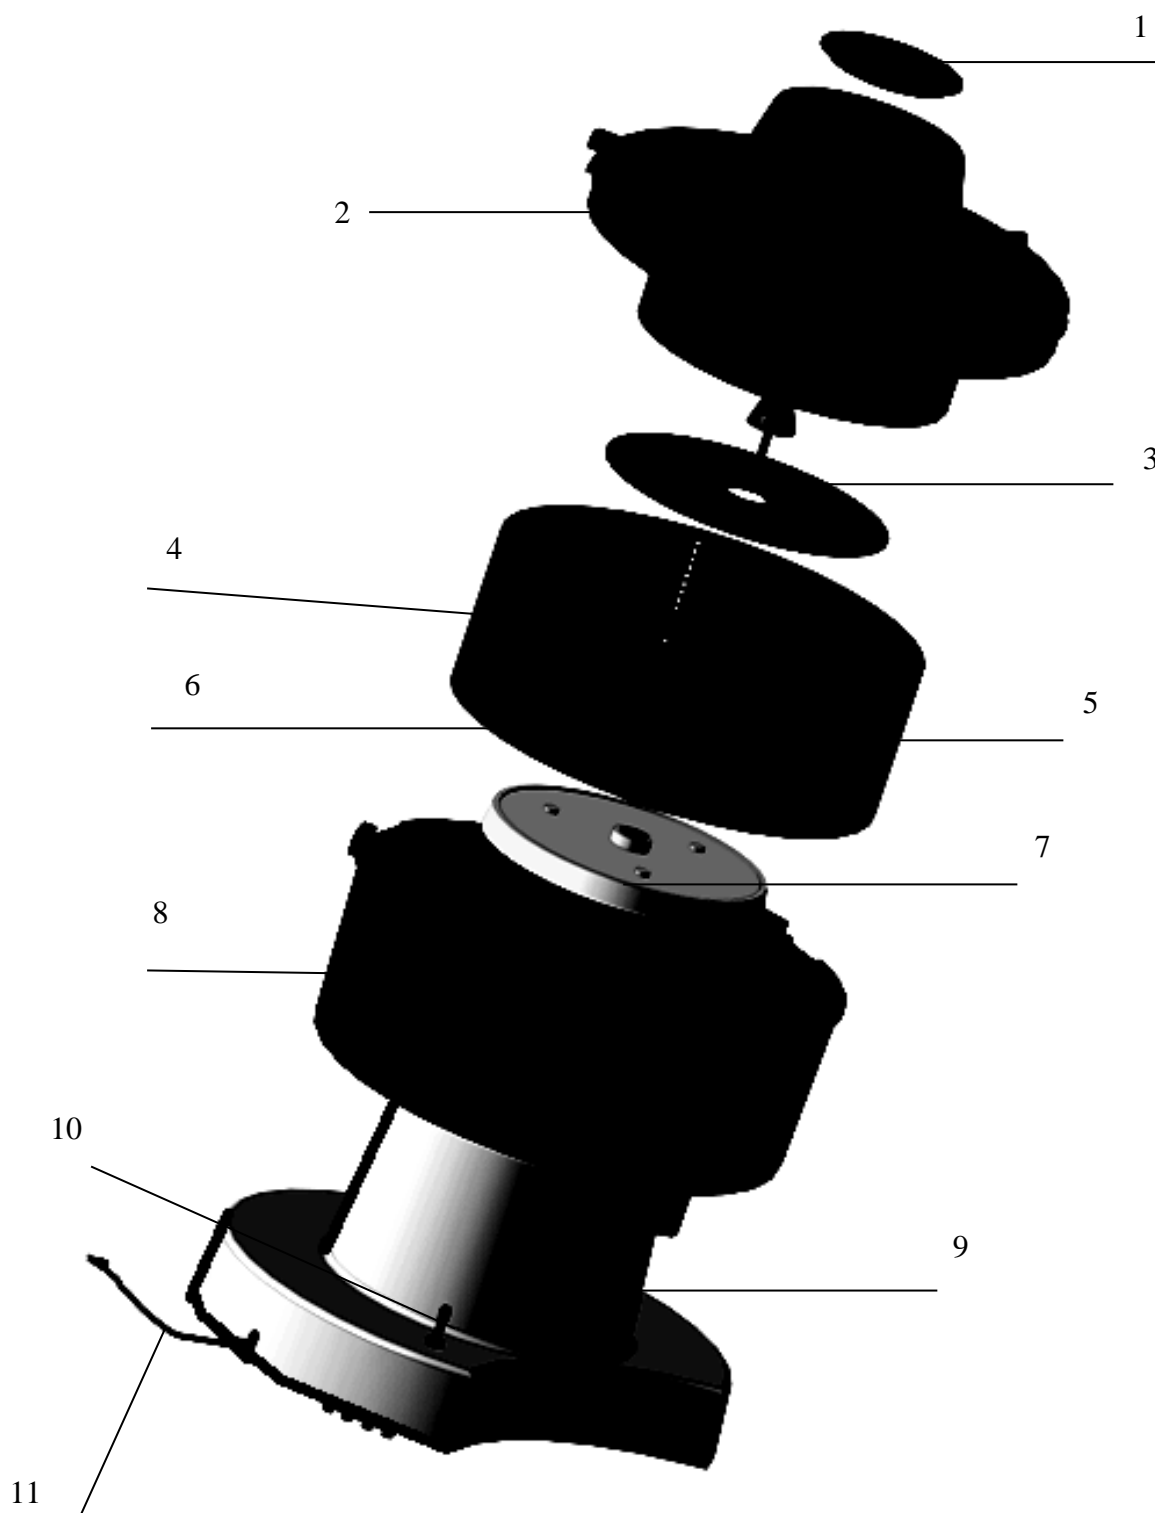

Рисунок 1
3.Перерабатываемый продукт проталкивайте в загрузочное отверстие на крышке поз. 2 (Рис.1). Загрузка овощей и фруктов не требует дополнительных приспособлений.
Соковыжималка состоит из следующих основных узлов и деталей (рис.1):
Установите электросоковыжималку на ровную твердую поверхность. В корпус поз.8 на вал двигателя установите крыльчатку поз .7 (рис.1). На крыльчатку (поз.7) установите барабан (поз.6) совместив три отверстия на дне барабана с тремя соответствующими выступами крыльчатки поз. 7, отрегулируйте высоту установки ножа при помощи шайб регулировочных (поз.5) и установите нож (поз. 4) оставшиеся шайбы установите поверх ножа. Заводская регулировка - все шайбы поверх ножа, рассчитана на выжим сока из яблок. Зафиксируйте сборку винтом
Соберите электросоковыжималку как указано в разделе «подготовка к работе и порядок работы» и согласно рис. 1
Снятые детали промойте теплой водой, высушите на воздухе, а корпус поз. 8 (рис.1) и привод поз. 9 протрите влажной мягкой тканью.